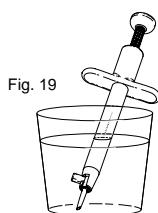

Fig. 19
- El inyector totalmente ensamblado se coloca con la punta hacia abajo en un recipiente con solución salina equilibrada para mantener la hidratación de la lente. (Fig. 19)